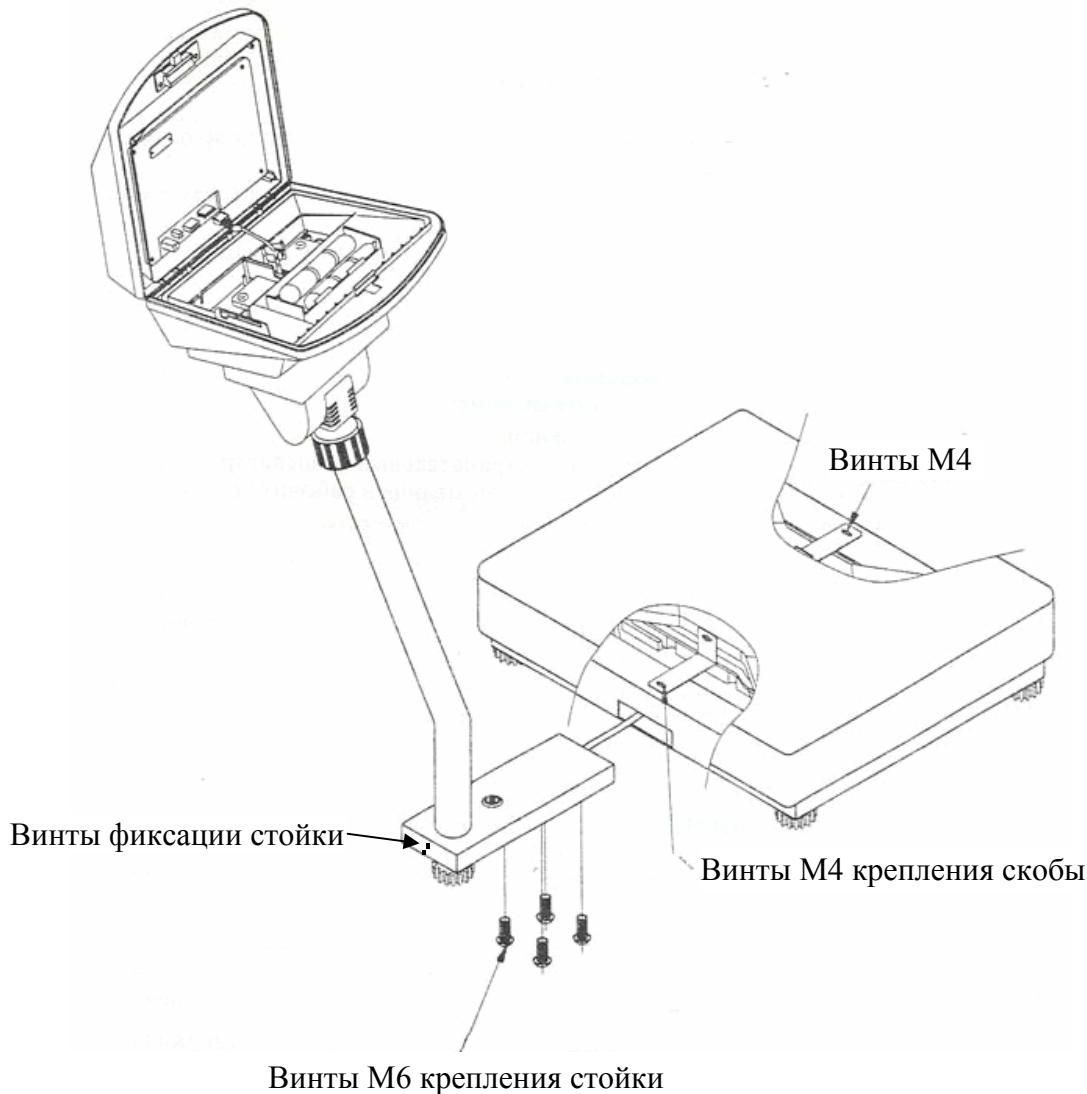

Рисунок 5.1 – Порядок сборки
- Вставьте стойку в паз корпуса весов и зафиксируйте ее двумя винтами (см. рисунок 5.1), используя шестигранный ключ.